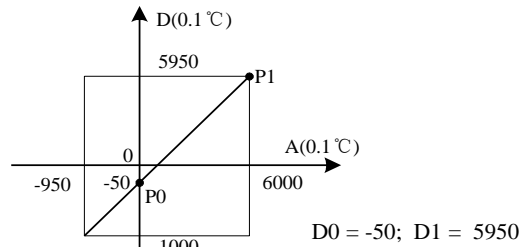

图 3-3 特性更改实例
(4)若实际使用时 VC-4PT 测量值偏高 5°C (41°F) 时，通过设定特性调整的两点 P0(0, -50), P1(6000, 5950)可消除误差，参见图 3-3 实例。